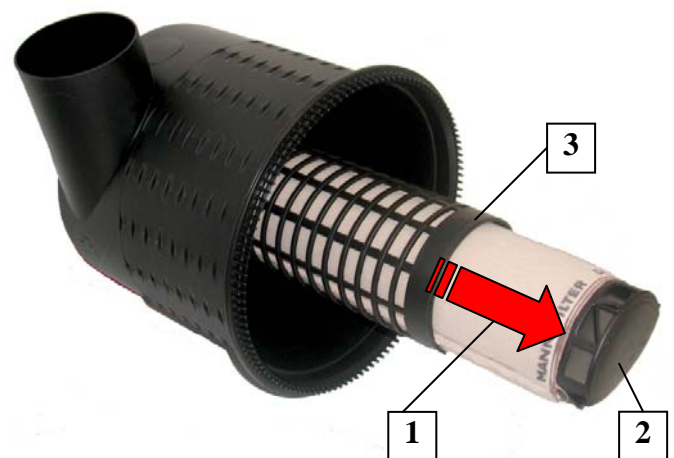

Fig. 10 Rimuovere l'elemento secondario (modello A)
- Afferrare l'elemento secondario (1) all'impugnatura (2) e estrarlo dal tubo di supporto interno (3) ben fisso nel corpo (vedi Fig. 10).